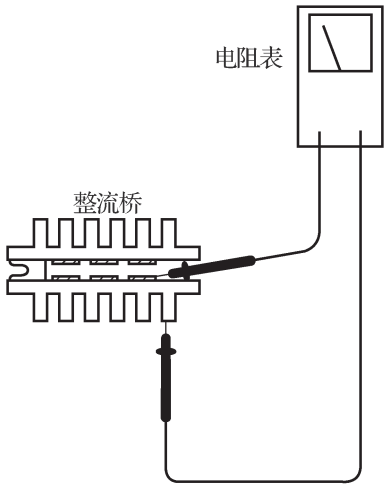

图 2-26 充电指示灯检查图
6. 测试二极管时，先将电阻表引线跨接在各二极管上，然后再调头测量（参见图 2-26）。正常的二极管应：（ ）